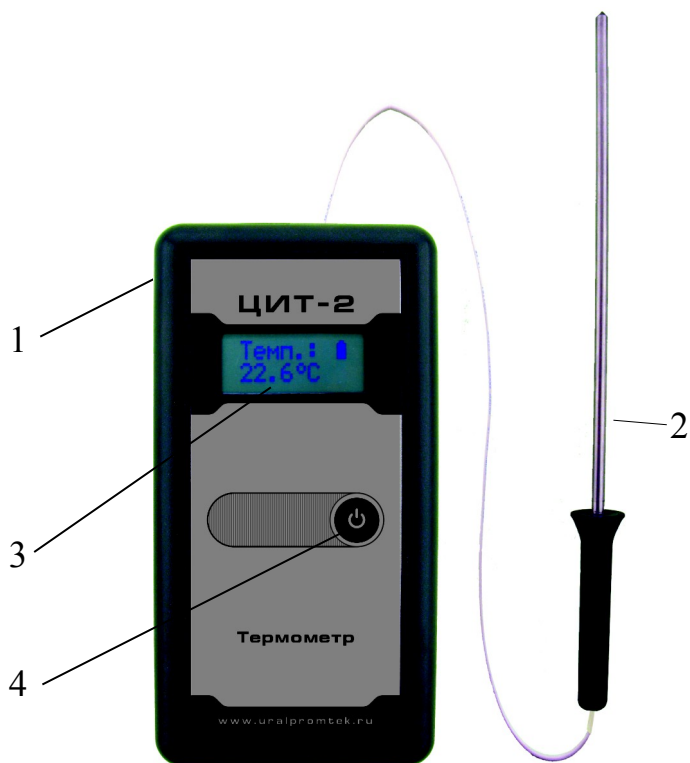

Рисунок 1 - Внешний вид термометра.
1.5.1 Термометр выполнен в виде ручного прибора, вид которого представлен на рис.1.